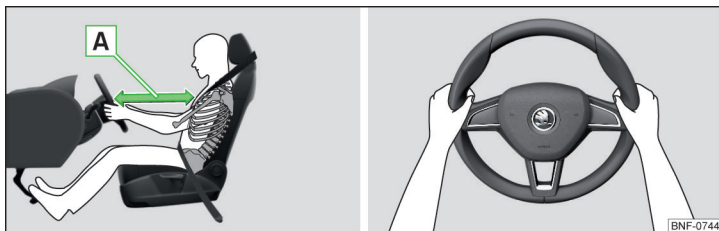

Fig. 4 Korrekt siddeposition for føreren / Sådan holder du korrekt på rattet.
- ✓ Indstil førersædet på en sådan måde, at pedalerne kan trædes helt ned med let bøje ben, og afstanden mellem rattet og brystbenet er mindst 25 cm » Fig. 4 – A.
- Under kørsel skal du have begge hænder på rattet. Tag fat om rattets sider på den yderste kant – i en position svarende til klokken 9 og 3 » Fig. 4. Hold aldrig på rattet i en position svarende til klokken 12 eller i en anden position (fx i midten af rattet og på den indvendige side af rattet). Ellers kan man pådrage sig alvorlige kvæstelser på arme, hænder og hoved, når airbaggen udløses.